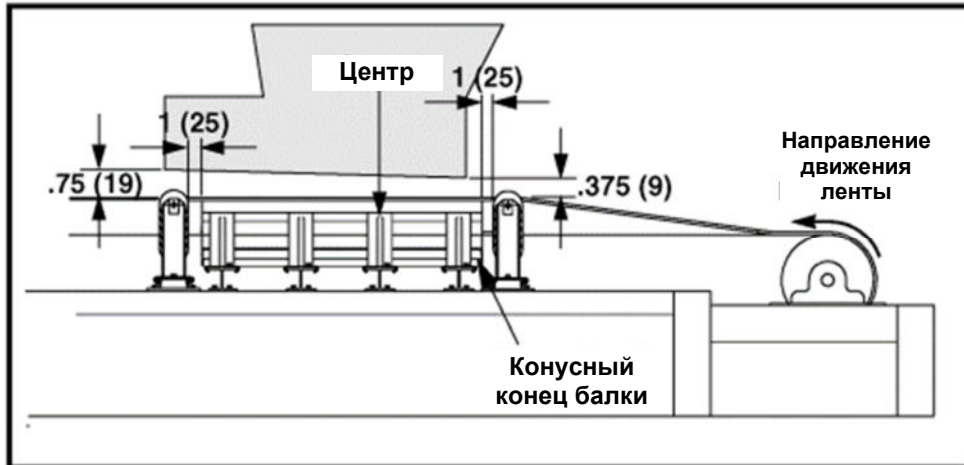

Рис. 1. Измерения для противоударных опор Martin®
1. См. рисунок 1. Убедитесь, что стенки желоба и/или износостойкие вкладыши находятся на правильном расстоянии над лентой, как показано на рисунке. При необходимости замените стенки желоба и/или износостойкие вкладыши.